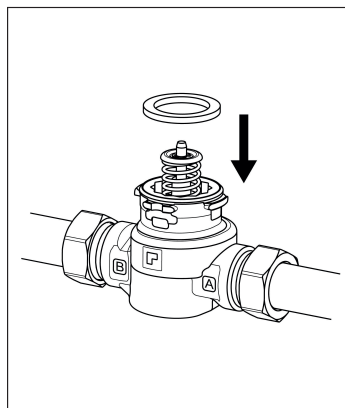

Fig. 1 Het plaatsen van de rubber ring op de afsluiter
1. Plaats de meegeleverde rubber ring op de daarvoor aangegeven plaats. (zie fig. 1)